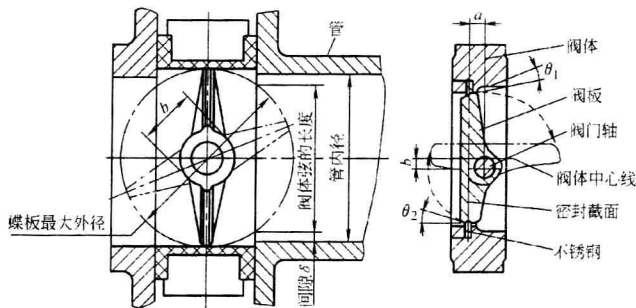

图 1-5 蝶形
5) 蝶形:关闭件为一圆盘,围绕阀座内或阀座外的轴线旋转,如图 1-5 所示。